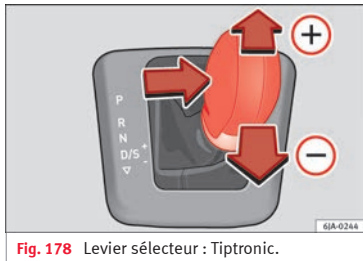

Fig. 178 Levier sélecteur : Tiptronic.
- Poussez légèrement le levier vers l'avant + » fig. 178.
- Poussez légèrement le levier vers l'arrière - » fig. 178.